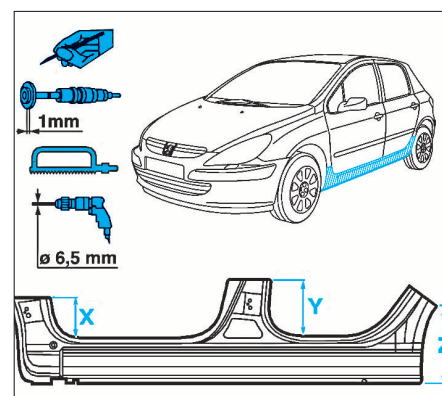

FIG. 78
- Tracer, découper et percer le bas de caisse selon (Fig.78).